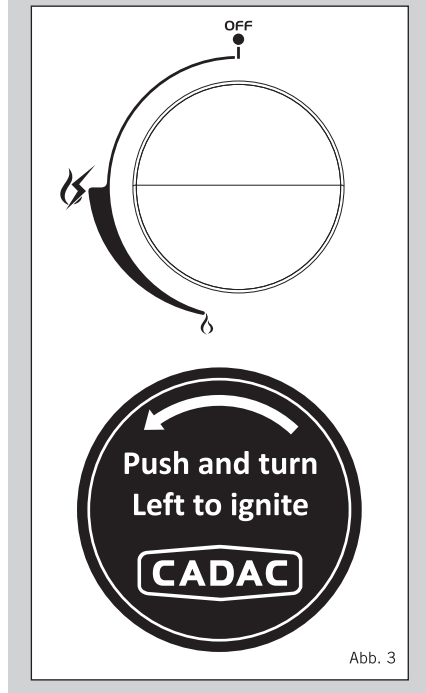

Abb. 3
- Die Flammen der einzelnen Brenner können mit den Bedienknöpfen auf die gewünschte Intensität eingestellt werden. Durch Drehen des Knopfes gegen den Uhrzeigersinn wird die Flamme kleiner gestellt, durch Drehen im Uhrzeigersinn größer (siehe Abb.3).